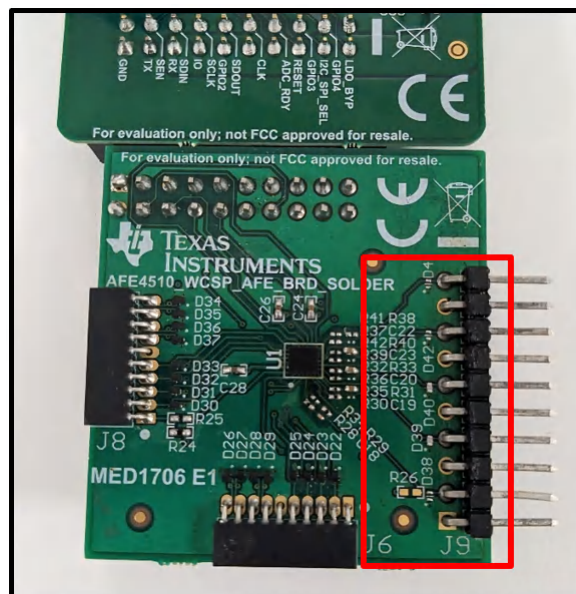

图 2-4. 将 ECG 电缆连接到 EVM
- 如图 2-4 所示，将 ECG 连接器连接到 AFE4510EVM 的 J9 连接器，并将 ECG 模拟器导线连接到连接器板的 EX3、EX4 和 RLD。